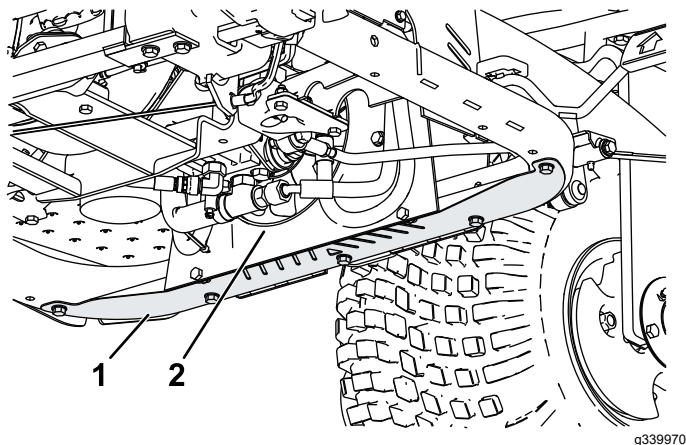

Bild 44
1. Entfernen Sie das untere Schutzblech (Bild 44).
2. Verwenden Sie eine Wand und blasen Sie komprimierte Luft in die Lüfterschaufeln (Bild 44), um das Material in der Richtung zu entfernen, in der es eingetreten ist.